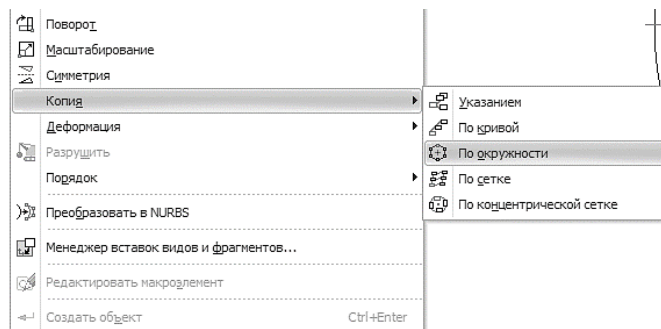

Рис. 47. Команда «Копирование по окружности»
2.9.3 Выделим окружность диаметром 10 мм, нажав ЛКМ. В главном меню выбираем вкладку **Редактор – Копия – По окружности** (рис. 47).